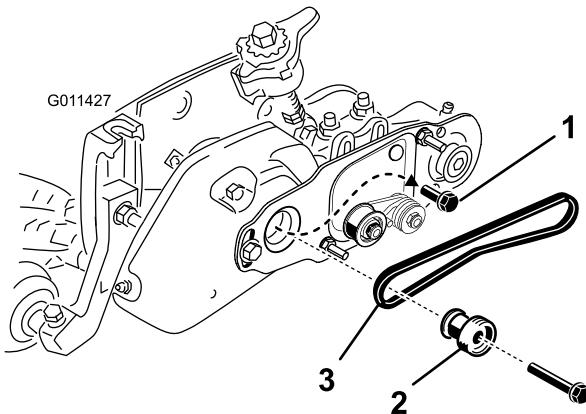

Figura 31
42. Togliete il bullone che fissa la puleggia dell'elemento grooming all'albero di trasmissione (Figura 31).
43. Inserite la puleggia motrice della spazzola nella puleggia motrice dell'elemento grooming e sull'albero di trasmissione (Figura 31). Verificate che le lingue della puleggia siano inserite nella scanalatura dell'albero di trasmissione.
(Figura 31). Serrate il bullone ad una coppia compresa tra 46 e 54 Nm.